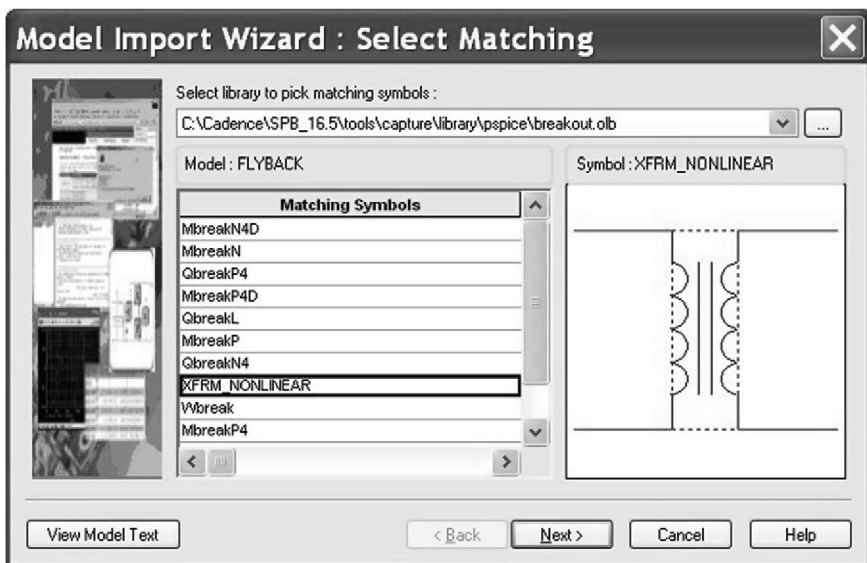

图 21.23 选择匹配的变压器元件符号
7. 图 21.23 的左侧列出与 Flyback 引脚数量一致、模型相匹配的元件符号。选择如图 21.23 所示的 XFRM \_ NONLINEAR 变压器元件符号，然后单击 Next > 按钮继续进行设置。